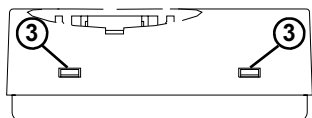

Fig. 2
1. Levantar el mando haciendo palanca con un destornillador en la embocadura (2).
2. Retire los interruptores de corredera mecánicos (4) ubicados al costado del asiento del mando y posiciónelos (5) como en el ejemplo de la Fig. 2. De este modo el campo de rotación (6) estará reducido como en el arco indicado.